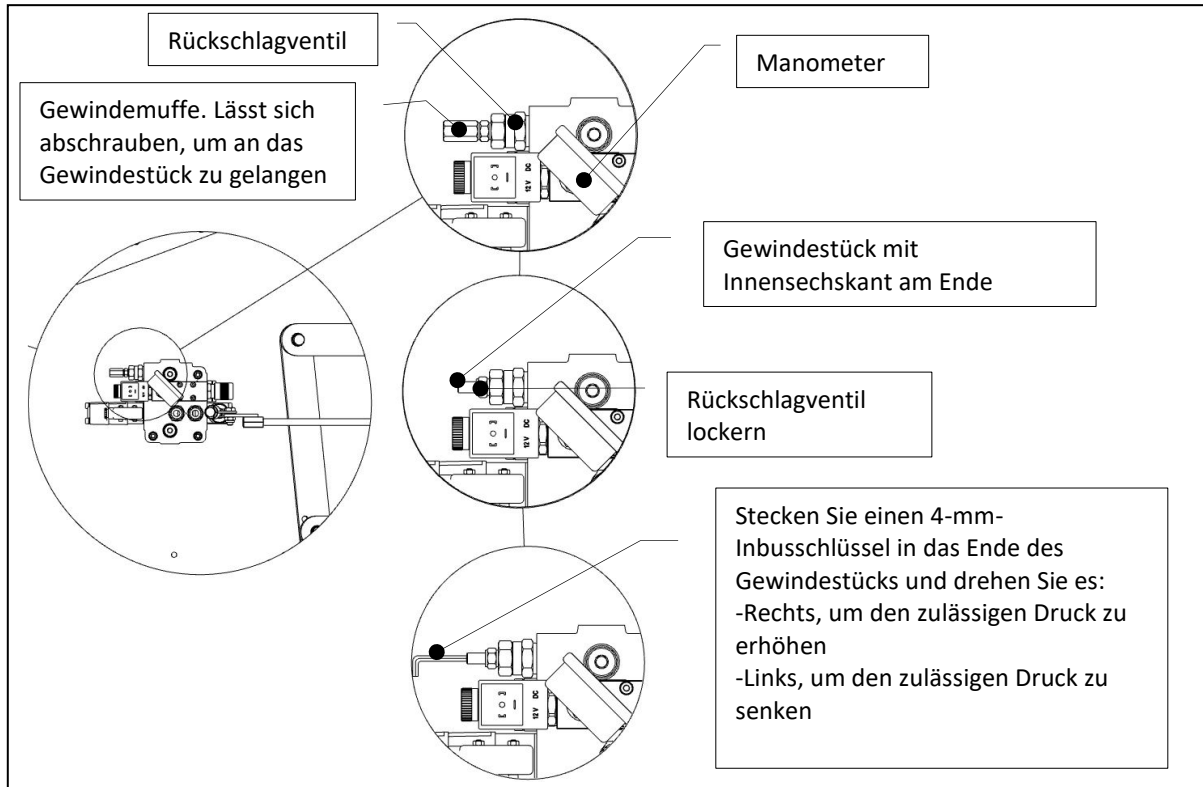

Abbildung 32
3. Wenn Sie Holz hacken, können Sie den Druck am Manometer ablesen (siehe Abbildung 32). Der Druck schwankt je nach Betriebsbedingungen und muss bei Überschreitung von 150 bar reduziert werden.